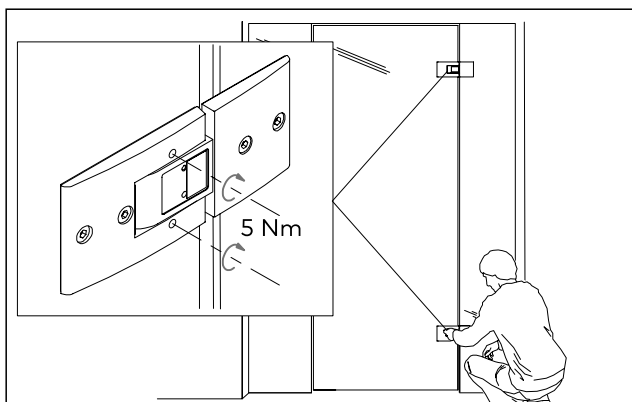

Fig. 35 Posizione delle viti
3. Serrare tutte le viti (2 x cerniera superiore e 2 x cerniera inferiore). Rispettare la coppia di **5 Nm** Fig. 35.